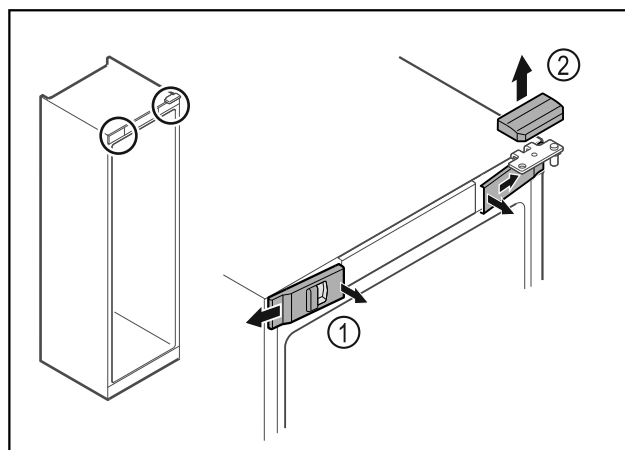

Fig. 15
- ▶ Odistite zvnútra predné kryty Fig. 15 (1) a odoberte ich do strany.
- ▶ Odoberte horný kryt Fig. 15 (2) nahor.